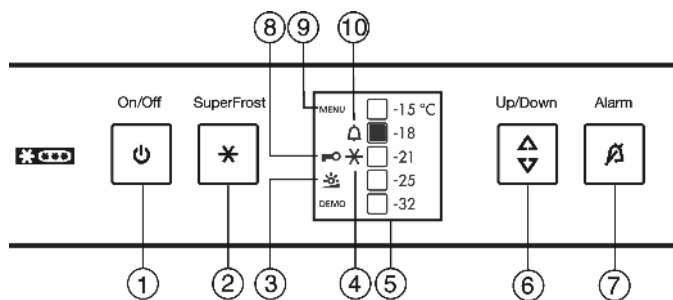

Fig. 3
- Symbol SuperFrost Fig. 3 (4) bliká společně s ukazatelem teploty.